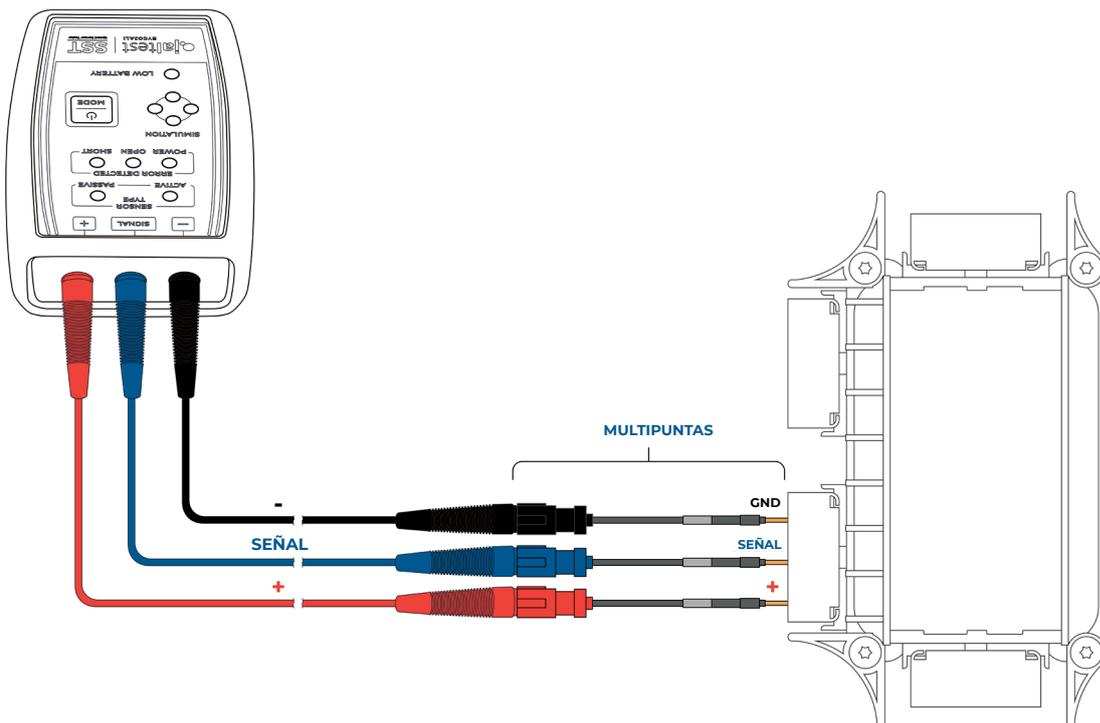

**FIGURA 2**
**1** Desconectar el sensor de velocidad del vehículo y conectarlo al dispositivo Jaltest SST mediante multipuntas según la FIGURA 2 del apartado diagramas de conexión.
**2** Encender el dispositivo y entrar en el modo Lectura Sensor Pasivo interactuando con el botón de selección de modo (1) de acuerdo a las pulsaciones descritas en la tabla de funciones de la pág. 6. Debe encontrarse encendido el led de Sensor Pasivo, así como de los errores que pueden aparecer.